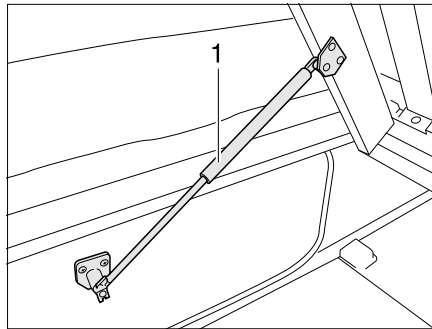

Bild 172 Festes Bett
- Lattenrost anheben. Die Gasdruck-Federn (Bild 172,1) halten den Lattenrost in geöffneter Stellung.